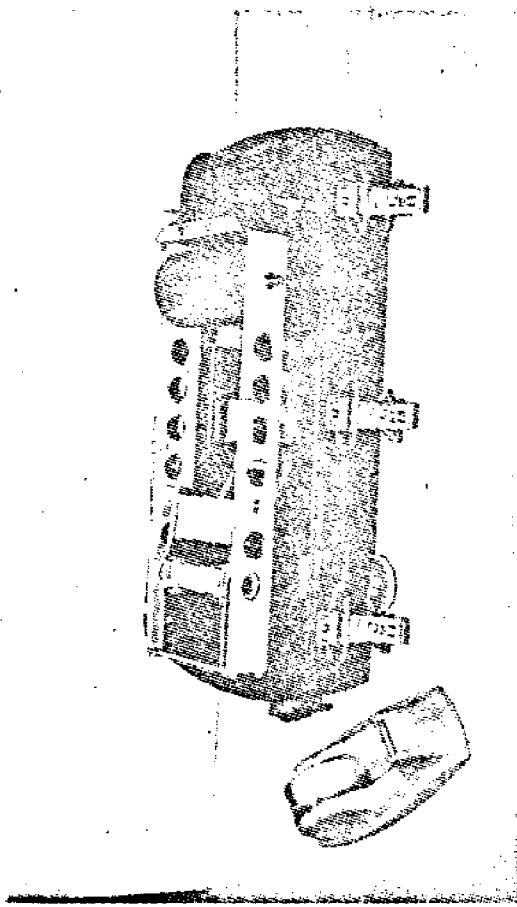

Fig. 1. Seismometer
- 1) Teledyne/Geotech Model SL-210 seismometer, Fig. 1